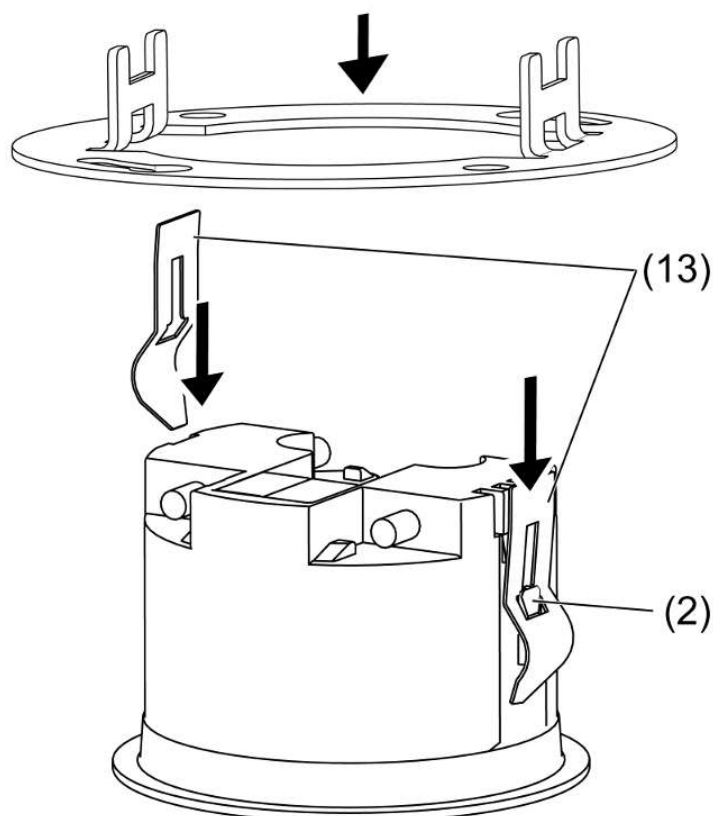

рисунок 10
- Как показано на рисунке, вставьте пружинные зажимы (13) сзади в направляющие (2) до щелчка (см. рисунок 10).